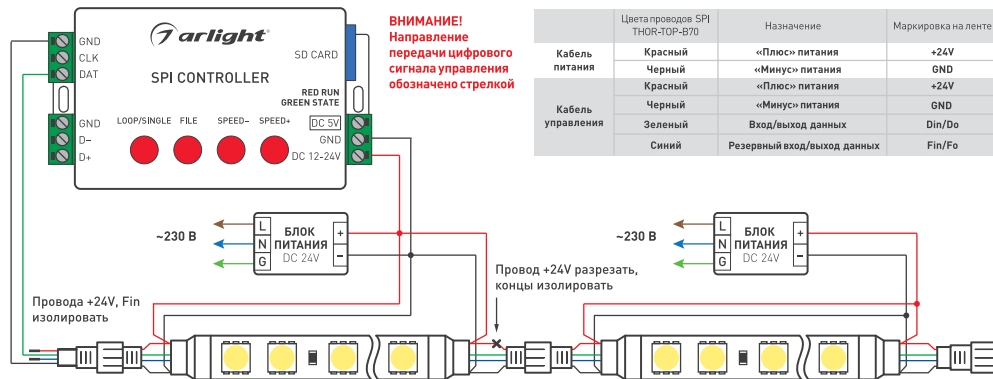

Рис. 1. Схема подключения ленты с использованием SPI-контроллера с одним выходным портом и с использованием отдельных блоков питания
- Подключите ленту в соответствии со схемой (рис. 1). Соблюдайте полярность подключения и направление передачи сигнала (вход / выход). Обращайте внимание на маркировку, нанесенную на печатную плату, и на цвета соединительных проводов.